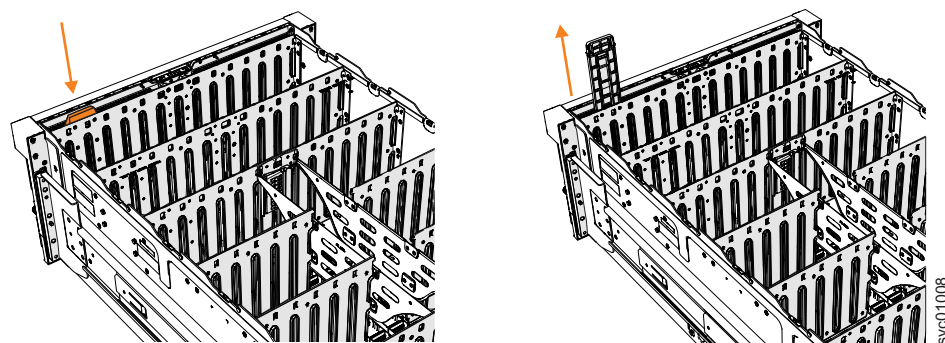

図 110. 表示パネル・アセンブリーの取り外し
3. 128 ページの図 110 に示すように、表示パネル・アセンブリーの上部の解放タブを押します。